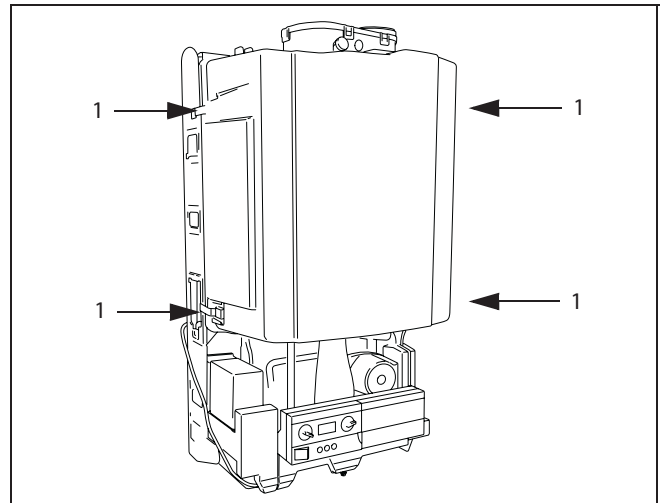

Fig. 39 Rimozione della scatola di ventilazione
- Aprire gli attacchi rapidi (fig. 39, pos. 1) e rimuovere la camera di ventilazione.
- Aprire le cerniere a scatto (fig. 39, pos. 1) e togliere il coperchio del vano bruciatore.